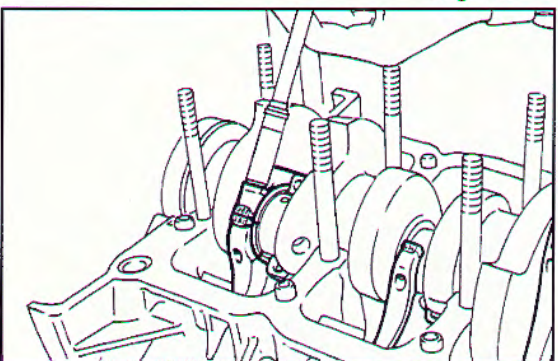

Fig. 144 ▼
- accoppiare alle teste di biella i corrispondenti cappelli, che sono contrassegnati con la medesima sigla, e accostare le viti (Fig. 144);
- put the caps on the big ends (both have identical markings) and insert the screws (Fig. 144);